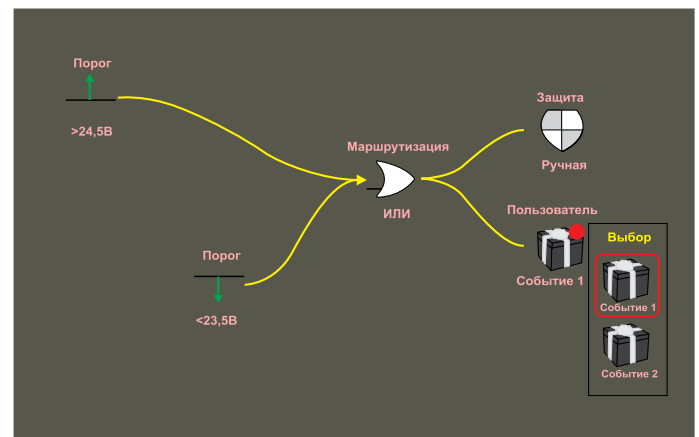

Рисунок 10. Пример конфигурирования запускающего триггера при помощи программного обеспечения Power Assistant N7906A
- Использование различных вариантов запуска и формирование необходимых логических комбинаций для запускающего триггера (см. рисунок 10).